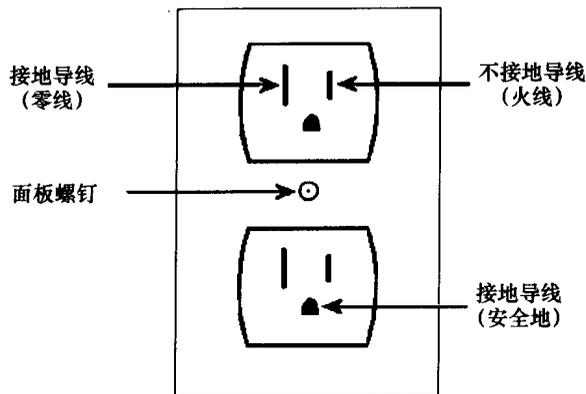

图 1-5-5-1 AC 插座
本次试验阐述各根电线的功用和交流 (AC) 插座的电压 (参见图 1-5-5-1)。